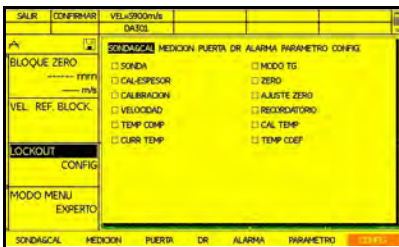

Figura 16: Ventana Opción lockout
2. Utilice el joystick () para seleccionar **LOCKOUT**, y a continuación introducir la función. Se abrirá el menú de funciones (un duplicado del Menú principal, tal como se muestra en la *Figura 16* siguiente).